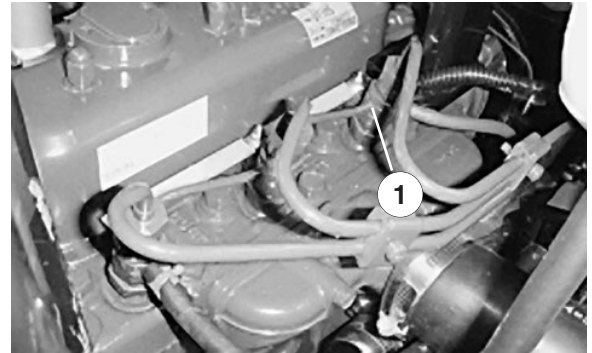

Figure 29
1. Desserrez le raccord entre l'injecteur N° 1 et le porte-injecteurs sur la pompe d'injection (Fig. 29).